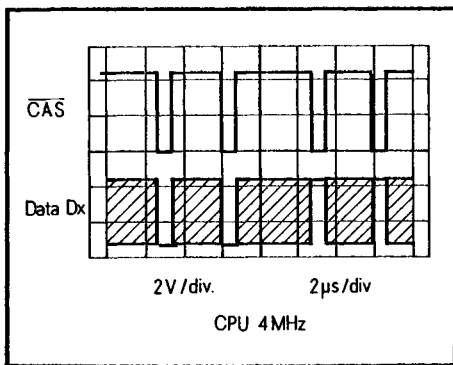

Bild 11. Derselbe Test wie in Bild 10 aber zu einem anderen Triggerzeitpunkt
14. Mit einem Zweikanal-Oszilloskop kann nun das Timing der dynamischen RAMs beobachtet werden. Es wird jeweils ein Schreibzugriff mit nachfolgendem Lese-Zugriff durchgeführt. Bild 10 und Bild 11 zeigen das Puls-Diagramm, dabei unterscheiden sich die beiden Bilder nur durch den Triggeranfang. Die schraffierten Gebiete hängen von dem gewählten Meßpunkt ab und sind nicht wichtig.